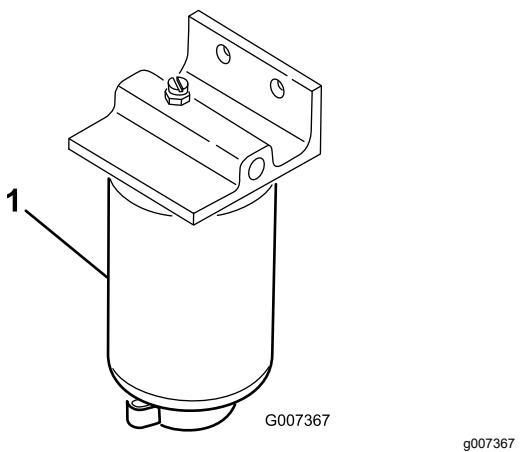

Figura 78
1. Coloque um recipiente limpo debaixo do filtro de combustível (Figura 78).